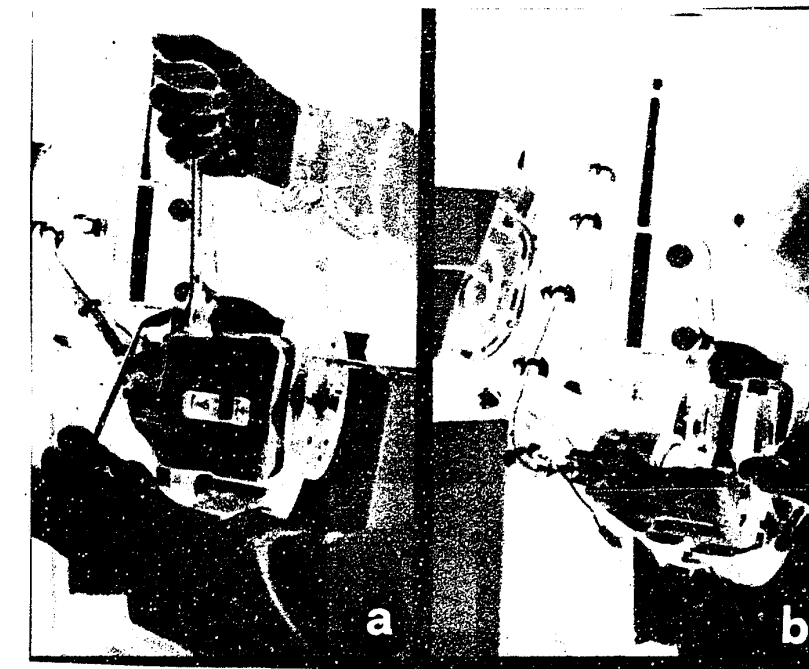

Bild 61 Auswechseln der Bremsklötze vorn: A) Lösen der oberen Schraube – b) Nach unten Kippen des Bremssattels.
b) Die **Bremsscheiben** sind vorne und hinten mit je zwei Schrauben an der Radnabe befestigt und können nach dem Abbau des jeweiligen Bremssattels abgenommen werden. Zum Auswechseln der Bremsklötze muss die obere Schraube am Bremssattel gelöst und diese nach unten geschwenkt werden (Bild 61).